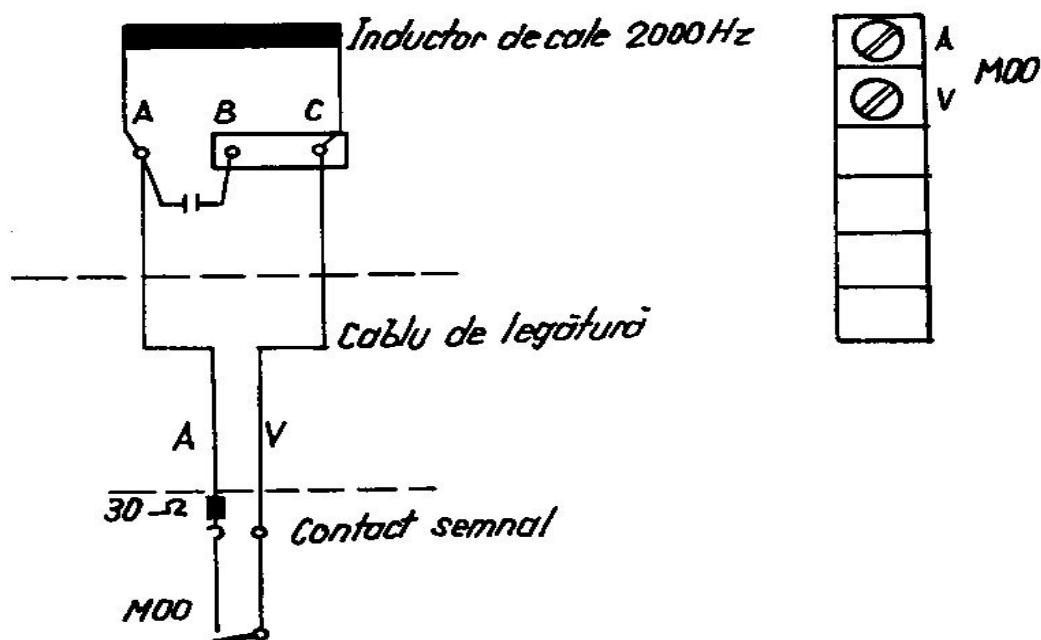

Fig. 33 Schema electrică și conectarea la semaforul de ieșire echipat cu inductor de cale de 2000 Hz
b) Semaforul de ieșire de la liniile directe sau abătute, în poziție normală pe „oprește”, echipat cu inductor de cale de 2 000 Hz (fig. 33).